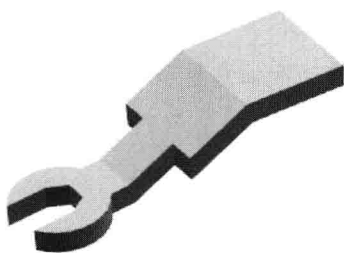
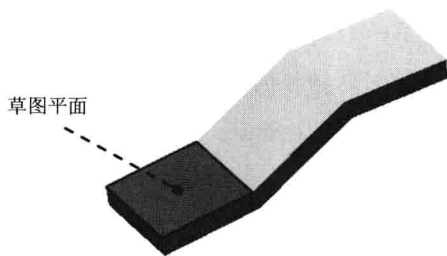

图 1.4 拉伸特征 2
图 1.5 草图平面
Step3. 创建图 1.4 所示的拉伸特征 2。选择下拉菜单 **插入(I)** → **设计特征(F)** → **拉伸(E)** 命令(或单击 **拉伸** 按钮);单击“拉伸”对话框中的“绘制截面”按钮 ,系统弹出“创建草图”对话框,选取图 1.5 所示的面为草图平面,选中 **设置** 区域的